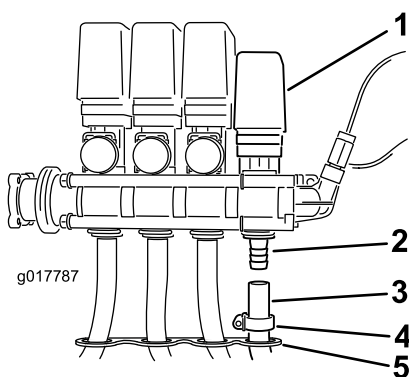

Рисунок 13
- Проденьте шланг через отверстие в оплетке шлангов на кронштейне крепления клапана к открытому штуцеру на клапане шлангового барабана (Рисунок 13).